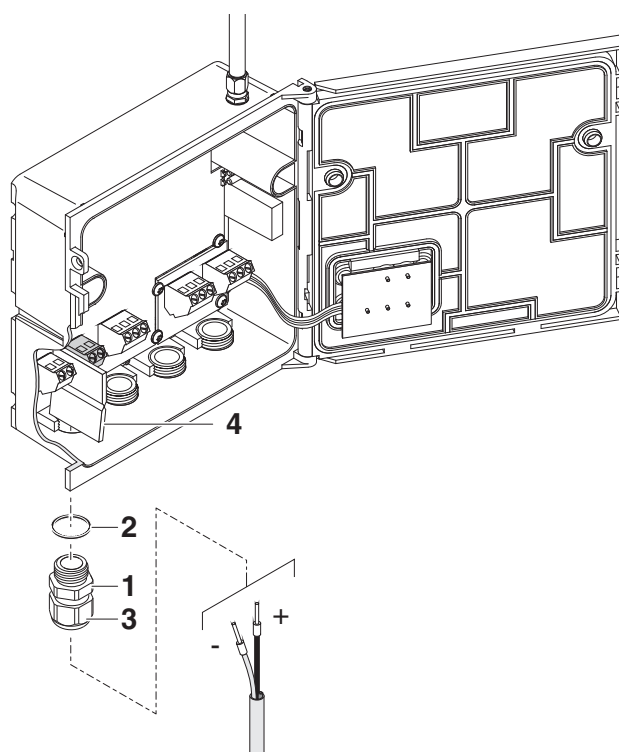

Fig. 3-11 Inserimento della linea da 24 V CC.
- 5 Avvitare il pressacavo (pos. 1 nella Fig. 3-11) con la guarnizione di tenuta (pos. 2) nell'involucro sotto il collegamento della linea da 24 V CC.
- 6 Allentare l'anello di accoppiamento (pos. 3).
- 7 Fare passare il cavo della linea da 24 V CC nell'involucro attraverso il pressacavo. Durante questa procedura piegare il divisorio flessibile (pos. 4) verso sinistra.